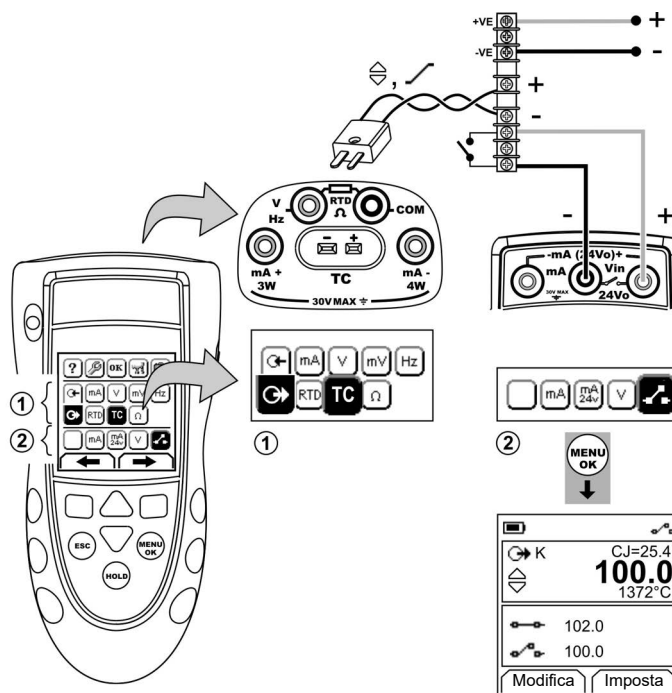

Figura 12: Esempio di configurazione – test del selettore
1. Collegare lo strumento (Figura 12) e, se necessario, modificarne il *Setup* (Tabella 1).